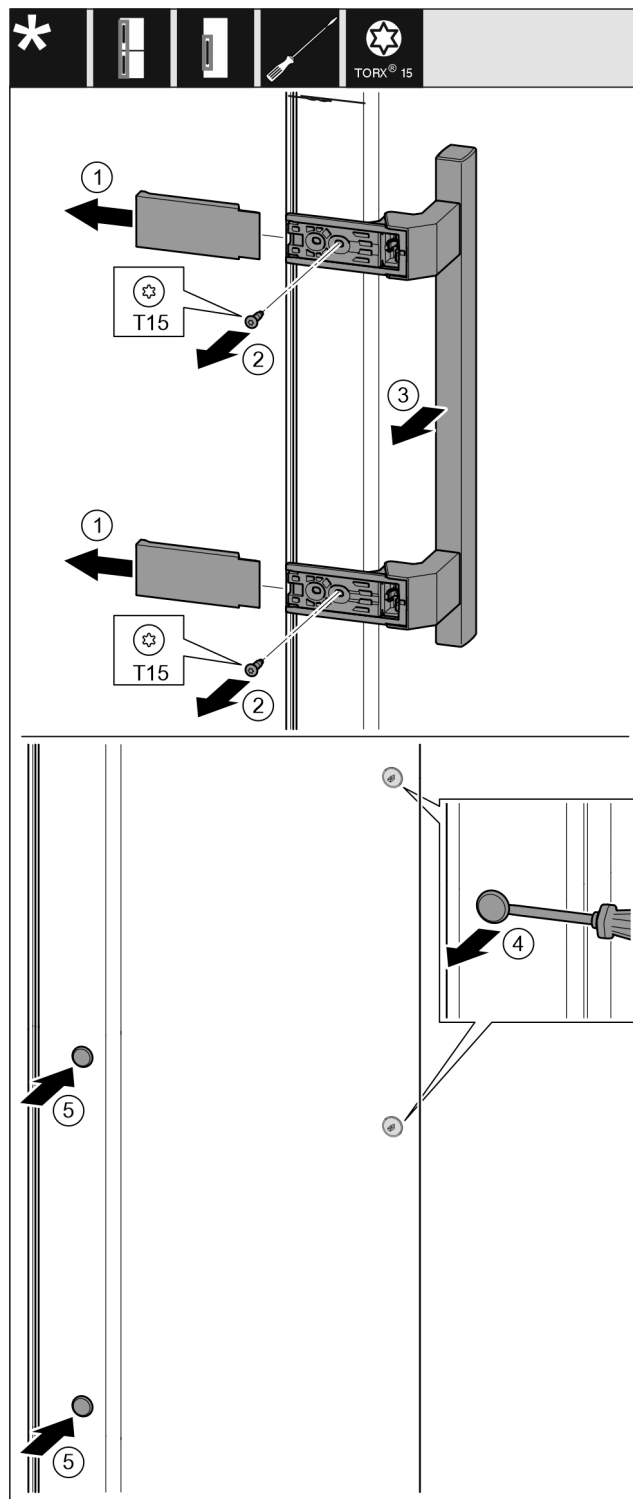

Fig. 19
- Rimuovere la copertura. Fig. 19 (1)
- Svitare le viti con un cacciavite Torx 15. Fig. 19 (2)
- Rimuovere la maniglia. Fig. 19 (3)
- Sollevare il tappo laterale con cautela con un cacciavite a taglio e estrarlo. Fig. 19 (4)
- Reinserrire il tappo sull'altro lato. Fig. 19 (5)